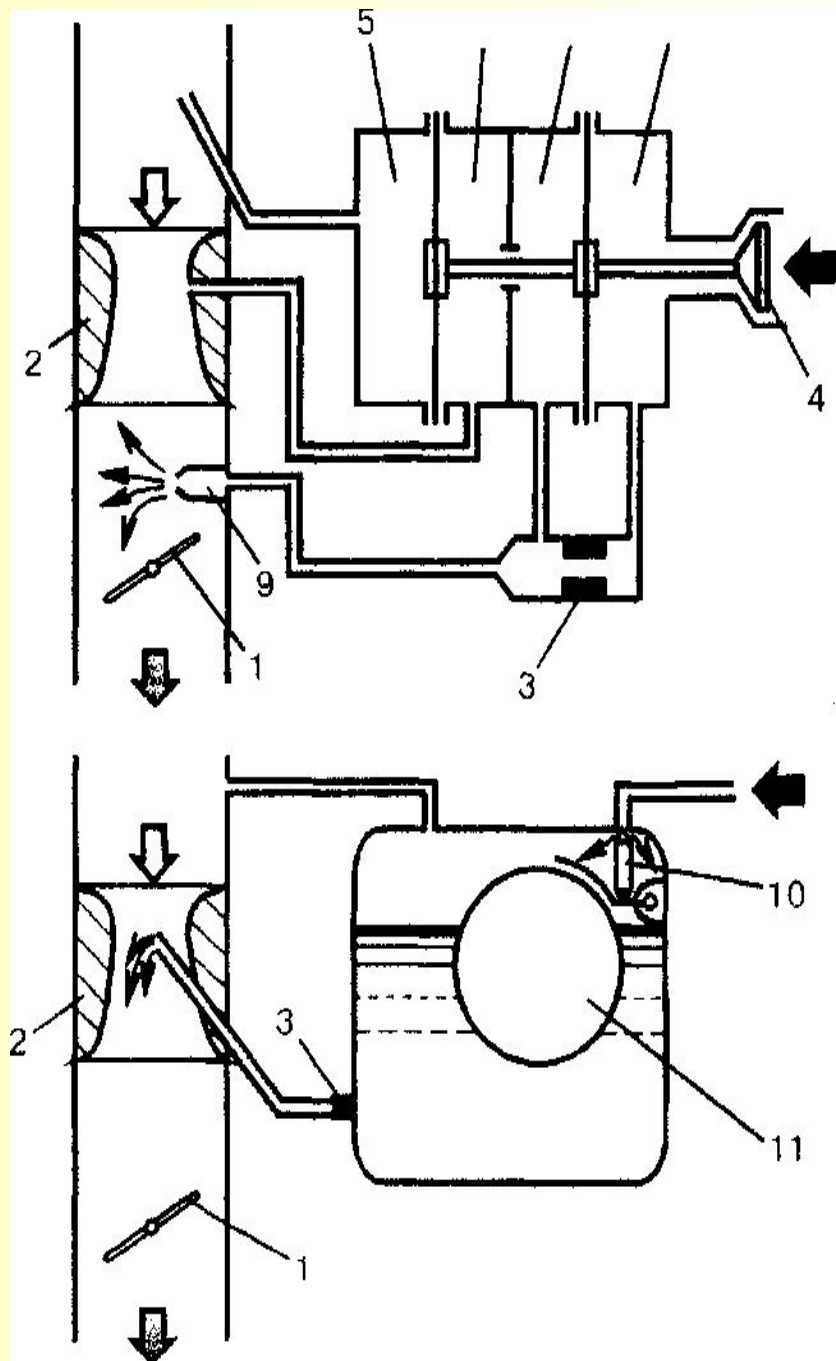

Рис. 1.1. Схемы карбюраторов:
- Если обратиться к истории техники, то можно обнаружить карбюраторы трех типов (рис. 1.1):
- Испарительные или барботажные карбюраторы (рис. 1.1, а) предназначались для работы на легкоиспаряющемся топливе (узкого фракционного состава). Воздух, проходя над поверхностью топлива, насыщался его парами и образовывал **горючую смесь**. Дроссельная заслонка определяла количество подаваемой смеси. Качество смеси, т.е. концентрация паров, регулировалось **путем изменения объема** пространства между поверхностью бензина и крышкой карбюратора.
- Впрыскивающий (мембранный) карбюратор (рис. 1.1, б) имел уже довольно сложное устройство. Топливный клапан 4 перемещается под действием двух эластичных мембран. Первая мембрана разделяет воздушные камеры высокого 5 и низкого 6 давлений. Вторая разделяет топливные камеры 7 и 8, соответственно низкого и высокого давлений.
- Наибольшее распространение получили **поплавковые всасывающие карбюраторы** с всасыванием топлива при разрежении, возникающем в суженной части воздушного канала **карбюратора - диффузоре** - вследствие местного повышения скорости потока воздуха (**рис. 1.1, в**).